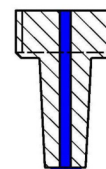

Figura 1
- Si la presión de aire del fluido es baja, distribuya fluido con la válvula de manera que se forme solamente una pequeña gota de líquido debajo del cono de la aguja (véase la Figura 1).